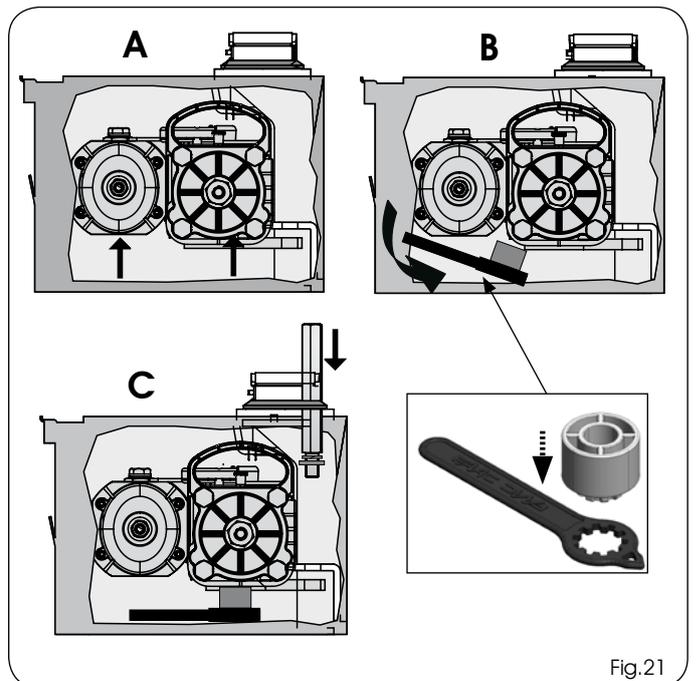

Fig.21
- 13) Soulever l'opérateur par les poignées (Fig.21 réf. A), en faisant pénétrer le pignon sur la douille rainurée dans le caisson autoportant. Pour faciliter l'opération, tourner légèrement l'opérateur jusqu'à l'accouplement.
- 14) Positionner la clé fournie sous l'opérateur d'après la figure 21 de manière à soutenir le moteur.
- 15) Introduire et visser les vis de fixation avec une rondelle grover d'après la figure 21 C, de manière à fixer l'opérateur au caisson autoportant.